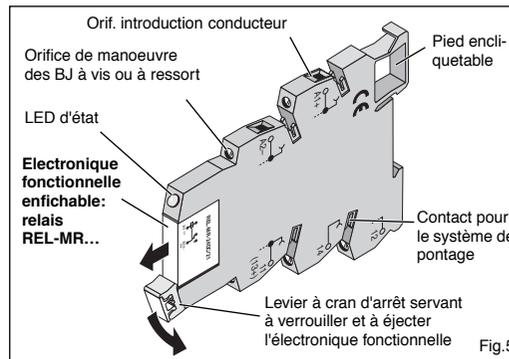

Fig.5
3.1. Relais à contact inverseur (Fig.5/6)